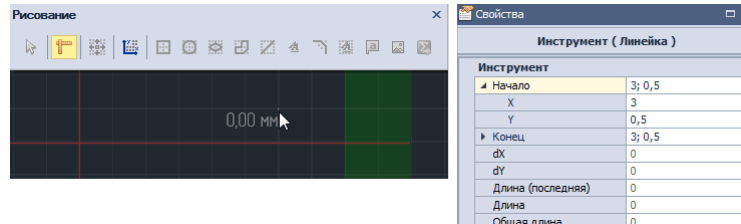

Рис. 405 Выбор и фиксация точки отсчета для измерения расстояния
2. Выберите произвольную точку в рабочей области и зафиксируйте ее либо введите координаты для точки отсчета расстояния в панели «Свойства» → поле «Инструменты» → пункт «Начало», см. Рис. 405.